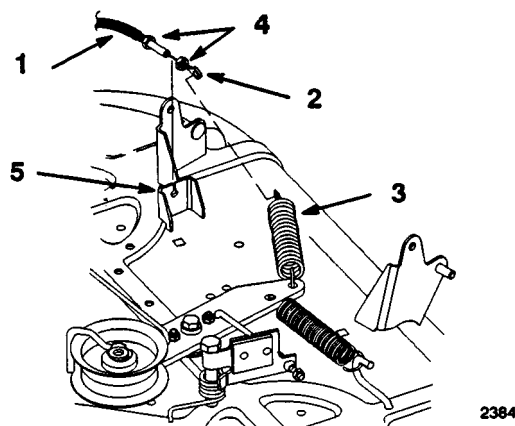

Figure 40
6. Décrocher l'extrémité à anneau du câble de commande des lames (PDF) du ressort de tension (Fig. 40).
7. Enlever l'écrou de blocage du câble de commande des lames (PDF) sur le support de montage. Sortir le câble du support (Fig. 40).